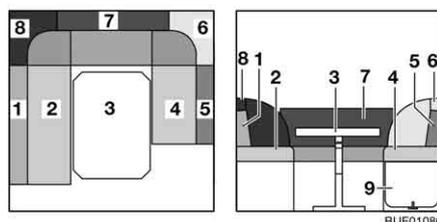

Fig. 97 Antes de la transformación
- Transformar la mesa (Fig. 97,3) en base de cama (véase apartado 6.11).
- Desbloquear la prolongación del armazón de cama (Fig. 97,9) y plegarla hacia arriba.